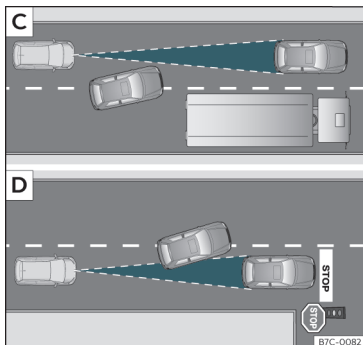

Abb. 163 C Fahrspurwechsel eines anderen Fahrzeugs. D Abbiegendes und weiteres stehendes Fahrzeug.
- Fahrzeuge, die in geringem Abstand auf die eigene Fahrschne wechseln >>> **Abb. 163** .
Es ist möglich, dass ACC nicht auf stehende Fahrzeuge reagiert. Wenn z. B. ein von ACC erfasstes Fahrzeug abbiegt oder ausscherst und sich vor diesem Fahrzeug ein stehendes Fahrzeug befindet, reagiert ACC nicht auf das stehende Fahrzeug >>> **Abb. 163** .